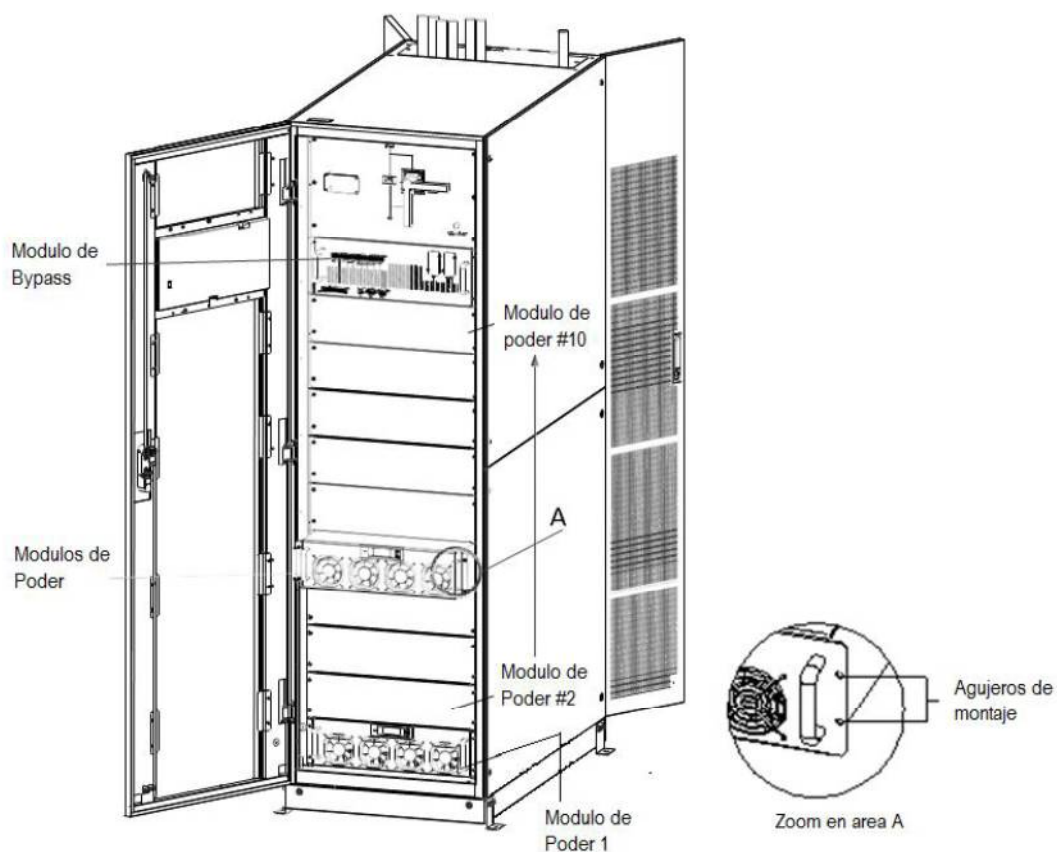

Fig. 3-12 Instalación módulo de poder
La posición de instalación del módulo de potencia se muestra en la Fig.3-12. Por favor instalar los módulos de potencia de abajo hacia arriba para evitar la inclinación del gabinete debido al alto centro de gravedad. Los pasos de instalación de los módulos de energía son los siguientes:
4. Fijar el módulo en el gabinete en los agujeros de montaje que se encuentran en los dos lados de la placa frontal del módulo (Ver Fig.3-12 a la derecha).